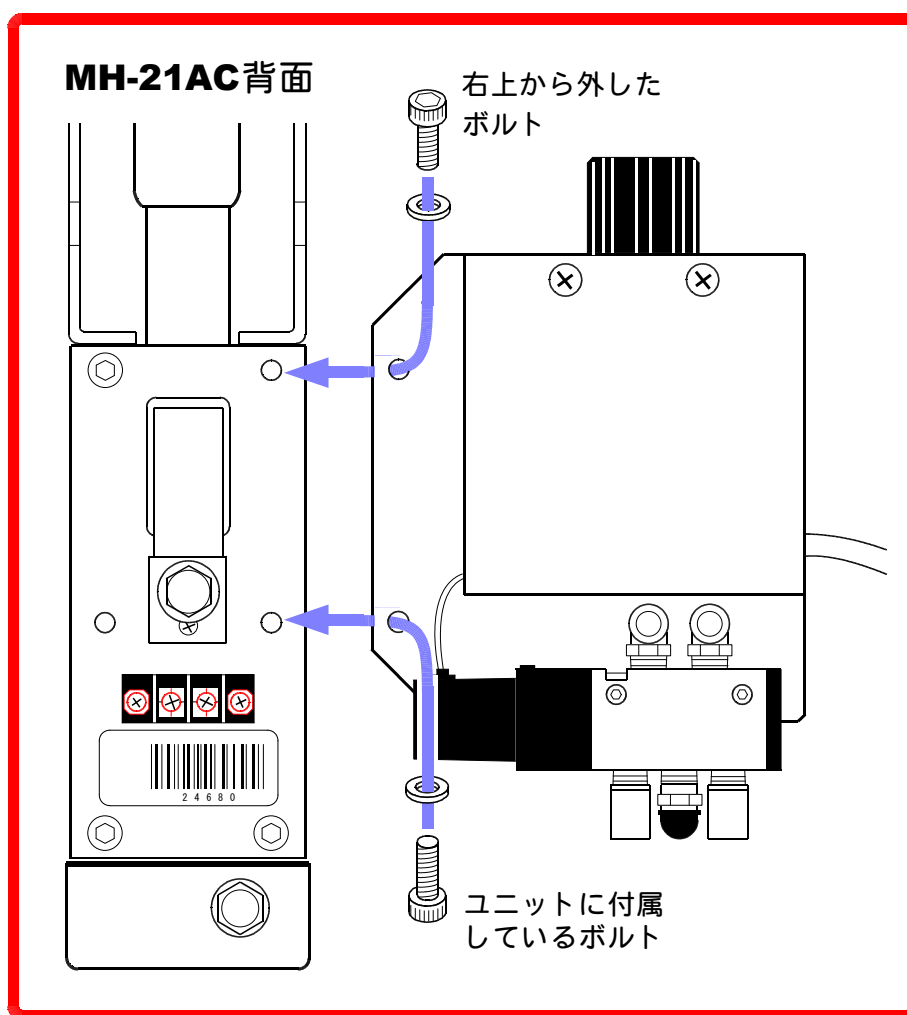

図 7-10
- ②シリンダ駆動ユニットを、**MH-21AC/31AC** に取り付けます。
ユニットに付属のボルトと、①で外したボルトを使用して固定してください(図 7-10参照)。